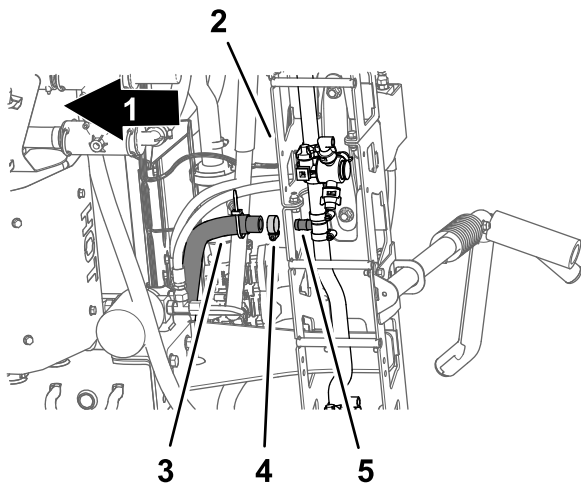

図 36
5. センターブームの下で、センターブームに給液しているホースをバーブ付き T 字フィッティングに固定しているクランプを外す 図 36。